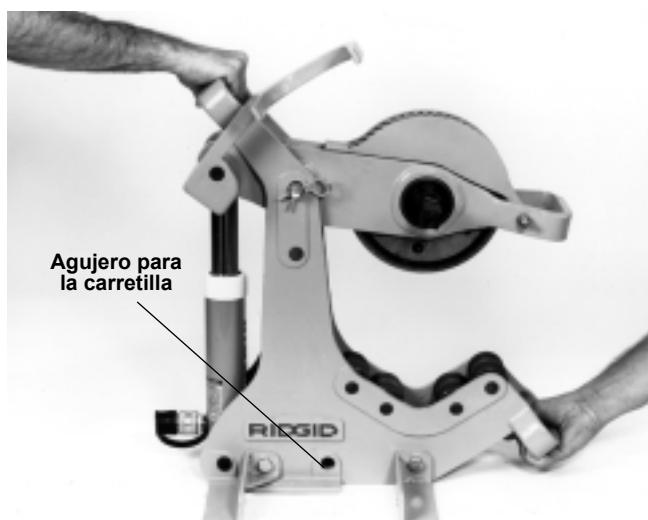

Figura 14 – Asideros para el transporte
- Los modelos 258 y 258XL cuentan con asideros en la parte superior trasera y en la inferior delantera del bastidor para su transporte (*Figura 14*). No use el mango del brazo de pivote para transportar el aparato porque se puede dañar el cilindro hidráulico.
Con el fin de facilitar el transporte del aparato, se encuentra disponible como accesorio una carretilla de dos ruedas. Esta carretilla para el transporte (vea el Catálogo RIDGID para pedidos) sirve tanto para el Modelo 258 (2½ a 8 pulg.) como para el 258XL (8 a 12 pulg.). El Cortatubos se monta f ácilmente a la carretilla empleando una abrazadera en forma de "J" en el asidero superior del bastidor del aparato y una clavija de sujeción insertada en el agujero correspondiente en el bastidor (*Figura 14*).